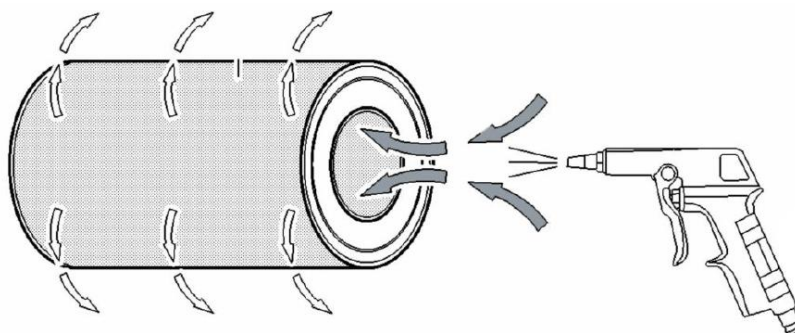

Рисунок 5.19. Направление продувки воздушного фильтра сжатым воздухом
- Осмотреть демонтированные фильтрующие элементы на предмет загрязнений и повреждений, в случае необходимости продуть сжатым воздухом или заменить. Продувку осуществлять в направлении противоположном потоку воздуха, поступающего в двигатель, см. рис. 5.19.